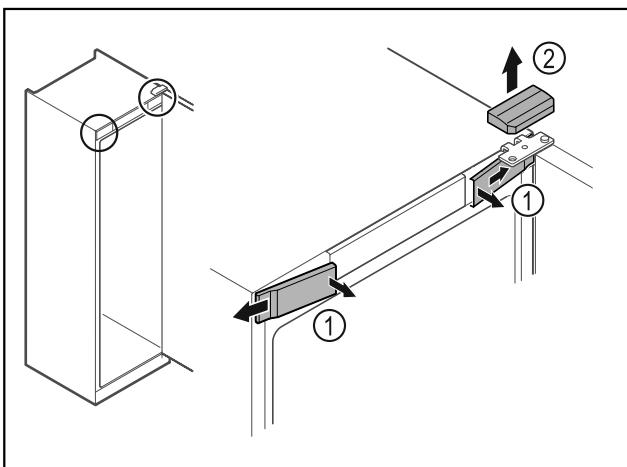

Fig. 8*
- Deblocați apărătorile frontale din interior Fig. 8 (1) și detașați-le în lateral.*
- Scoateți în sus Fig. 8 (2) apărătoarea.*